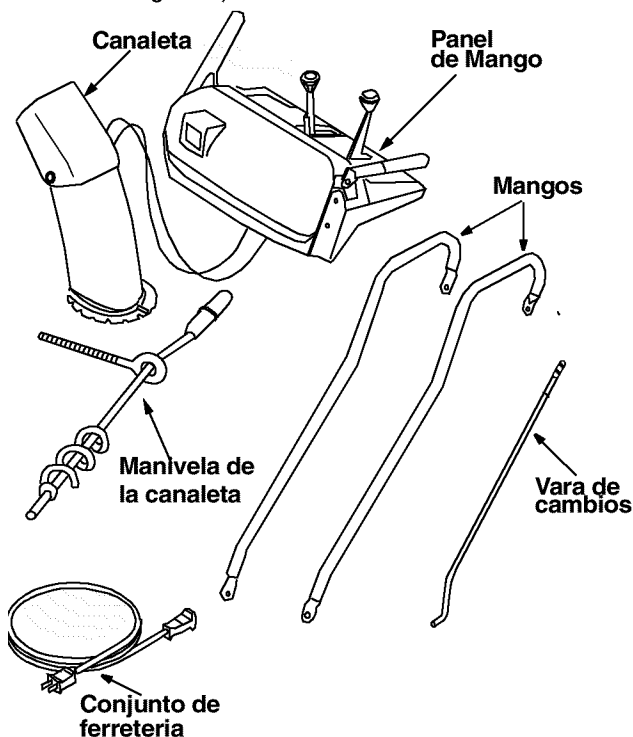

Figura 1
(Vea la Figura 1)
- g. Manual del propietario (no se muestra en la Figura 1)